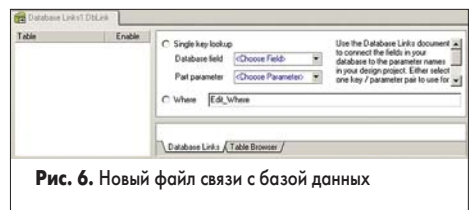

Рис. 6. Новый файл связи с базой данных
13. Щелкнем левой кнопкой мыши на имени проекта 4 Port Serial Interface.PRJPCB и выполним команду меню File/New/Database Link File. Проект будет добавлен новый документ Database Links1.DbLink, который автоматически откроется на рабочем столе (рис. 6).